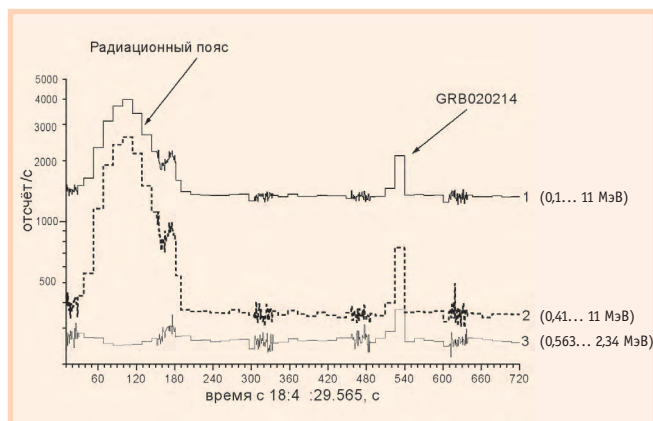

Рис. 15. Временной профиль одного из зарегистрированных гамма-всплесков
в спокойной обстановке, а на рис. 15 — временной профиль одного из гамма-всплесков (GRB020214), зарегистрированного аппаратурой ABC-Ф и спутником HETE-2 в трёх энергетических диапазонах: 0,1...11 МэВ (1), 0,41...11 МэВ (2) и 0,563...2,34 МэВ (3).